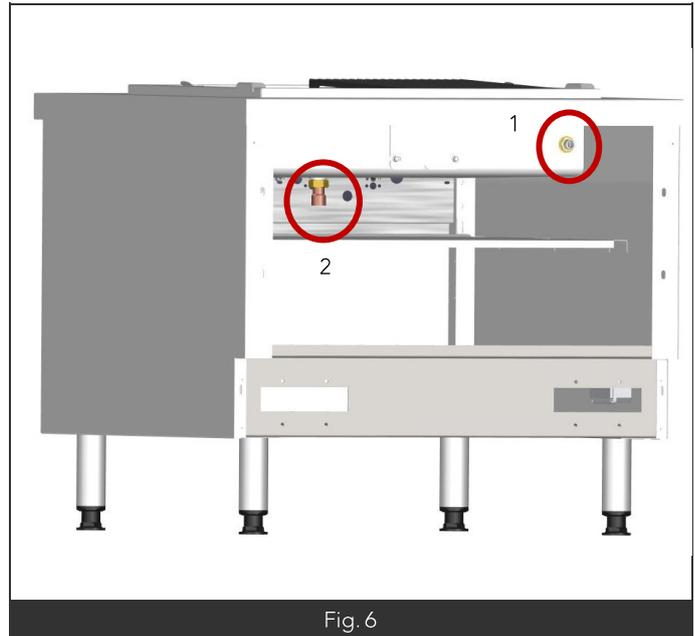

Fig. 6
- Le raccordement en eau du grill à barreau se fait à l'arrière de l'appareil (Fig6 Rep2) au M1/2.
- L'écoulement d'eau se fait par la bonde sous le dessous de la cuve (Fig6 Rep1) (prévoir un bac non fourni).